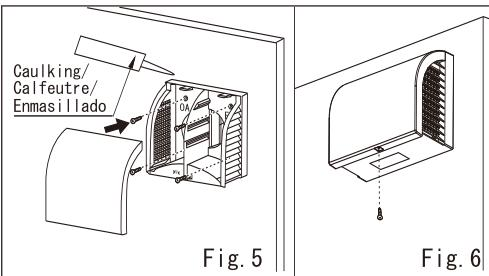

Fig. 5
- (8) Use 4 long screws (ST4. 2X30) to fix the Vent cap on a solid wall. (Fig. 5)
Utilisez 4 vis longues (ST4. 2X30) pour fixer le capuchon d'évent sur un mur solide. (fig. 5)
Use 4 tornillos largos (ST4. 2X30) para fijar la Tapa del Ventilador en una pared firme. (Fig. 5)
- (9) Seal Vent cap outline to the wall with caulking. (Fig. 5)
Bouchez l'espacement entre le Capuchon d'évent et le mur avec du calfeutre. (fig. 5)
Selle el espacio entre la Tapa de Ventilación y la pared con el enmasillado. (Fig. 5)